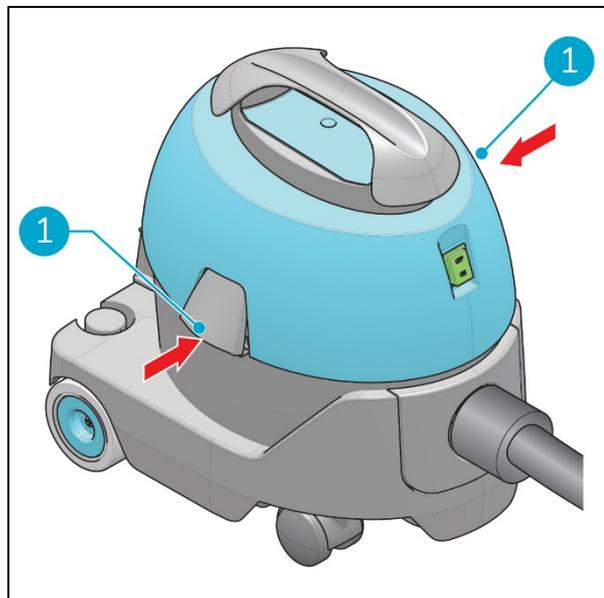

Abbildung 21
3. Schließen Sie die Riegel (Abbildung 21, Pos. 1).